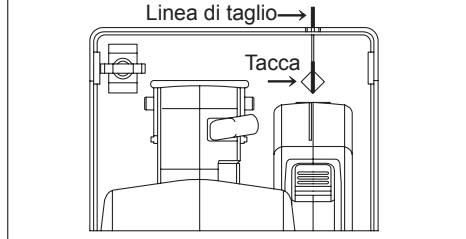

Fig. 5
1. Allineare la linea visiva sul pattino con la linea di taglio. [Fig.5]